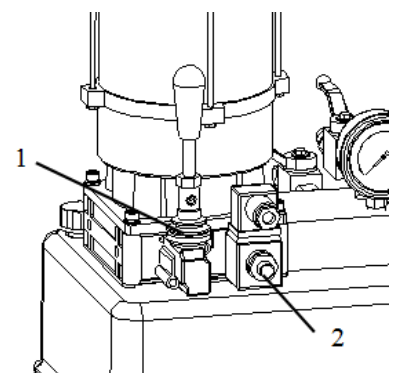

Fig. 11
3. Bedien de handbediende noodpomp (1, fig.11) om de brug een stukje uit de vergrendeling te heffen.
5. Draai nu de magneetklep voor het zakken open door de noodschroef (2, fig.11) tegen de klok in los te draaien, het platform zakt nu. Het vastdraaien of lossen draaien van de noodschroef kan de zaksnelheid verhogen of verlagen.